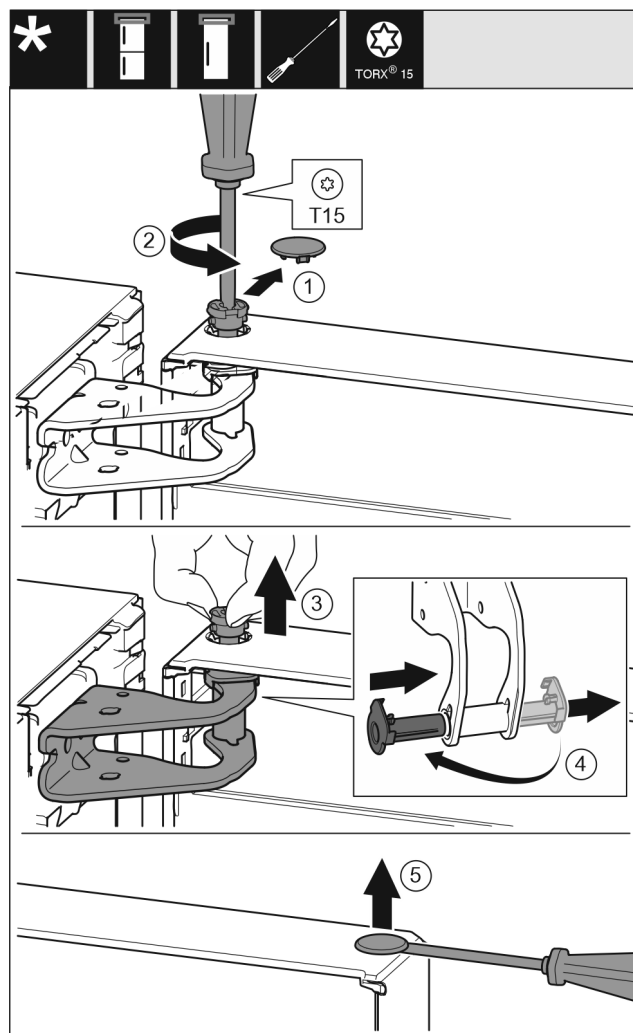

Fig. 9
- ▶ Tõmmake turvakate ettevaatlikult maha. Fig. 9 (1)
- ▶ Keerake polti kruvikeerajaga T15 veidi välja. Fig. 9 (2)
- ▶ Hoidke ust kinni ja tõmmake polt sõrmedega välja. Fig. 9 (3)
- ▶ Tõmmake laagripukk juhikust välja. Pange teisel küljel sisse ja fikseerige. Fig. 9 (4)
- ▶ Tõstke kork ettevaatlikult ukse laagripuksist lapikkruvikeeraja üles ja tõmmake välja. Fig. 9 (5)